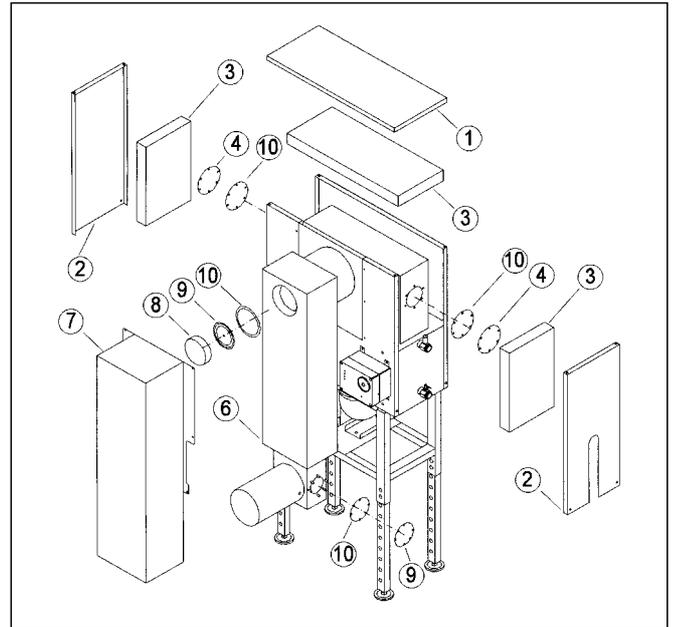

Abb. 14: Öl-Brennwert-Wärmetauscher des Logano G 215 und GE 315.
Gehäuseblech oben, dann links oder rechts (Abb. 14, Pos. ① + ②) des Öl-Brennwert-Wärmetauschers abschrauben, Wärmedämmung (Abb. 14, Pos. ③) entnehmen.
- Reinigungsdeckel mit Dichtung (Abb. 14 + 15, Pos. ④ + ⑩) demontieren.
- Verkleidung (Abb. 14 + 15, Pos. ⑦) der Abgasverbindung abschrauben. Wärmedämmungssegment (Abb. 14 + 15, Pos. ⑧) entfernen, Reinigungsdeckel mit Dichtung (Abb. 14 + 15, Pos. ⑨ + ⑩) oben und unten öffnen. Abgasverbindung gegebenenfalls mit Kesselbürste von oben reinigen.
- Dichtungen (Abb. 14+15, Pos. ⑩) der Reinigungsdeckel kontrollieren und beschädigte oder verhärtete Dichtungen erneuern.